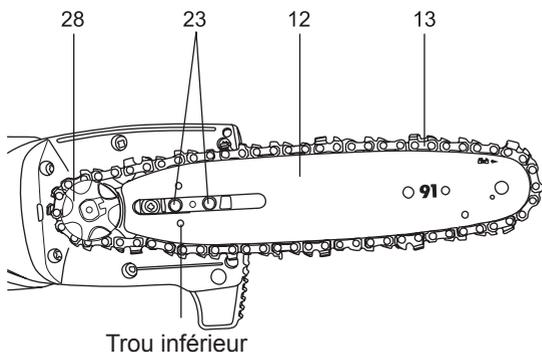

Fig. 8
6. Alignez la chaîne (13) et le guide-chaîne (12) avec le pignon d'entraînement (28) et les boulons de fixation (23). Placez la chaîne (13) autour du pignon d'entraînement (28), puis abaissez le guide-chaîne (12) pour l'installer sur les boulons de fixation (23). Assurez-vous que la goupille de tension est insérée dans le trou inférieur du guide-chaîne (12). (Fig. 8)